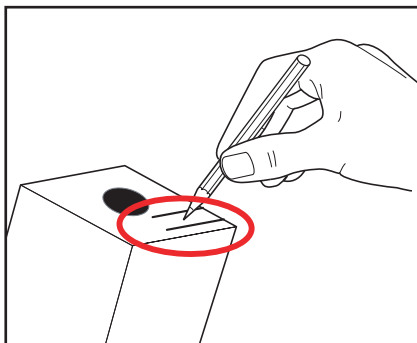

Fig. 4
6. Følg anvisningerne på produktpakken. Skriv udløbsdatoen på produktpakken (fig. 4).